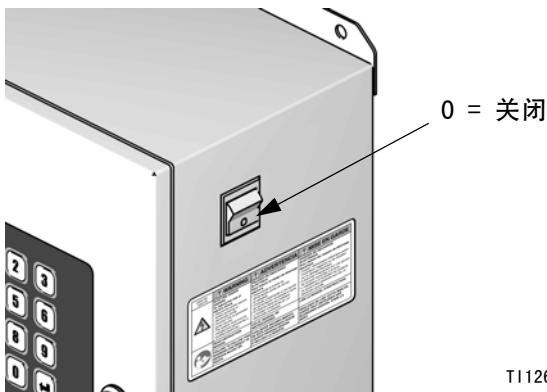

图 64. 电源开关
3. 关断 ProMix 2KS 的电源（0 位置）。图 64。